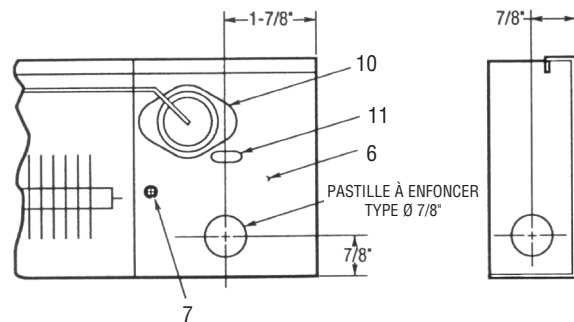

Figure 2. Détail de pastilles à enfoncer
1. Enlevez les couvercles de boîtiers de raccordement de gauche et de droite (1) en ôtant leurs vis (2).
2. Fléchissez les brides à ressort (3) et levez le couvercle frontal (4) hors des équerres (5). Sortez avec précautions l'emballage de protection de la zone de l'élément.
4. Amenez l'alimentation électrique au passage de la pastille choisi dans le boîtier de raccordement (6 en Figure 2).
6. Fixez le radiateur au mur en utilisant les trous de montage en bouchon (11) qui se trouvent dans chaque boîtier de raccordement (Voyez la figure 2). Les méthodes qui suivent pour monter les radiateurs sont suggérées en fonction des surfaces murales habituelles :
4. Fixez le radiateur au mur en utilisant les trous de montage en boutonnière (11) qui se trouvent dans chaque boîtier de raccordement (Voyez la figure 2). Les méthodes qui suivent pour monter les radiateurs sont suggérées en fonction des surfaces murales habituelles :